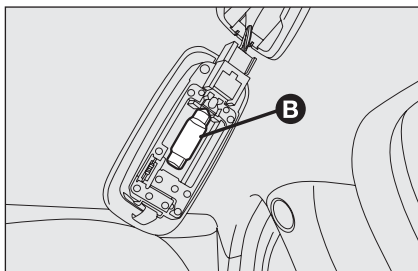

fig. 41
- remplacer l'ampoule **B**-fig. 41 en la dégageant des contacts latéraux en s'assurant que la nouvelle ampoule soit correctement bloquée entre les contacts mêmes.